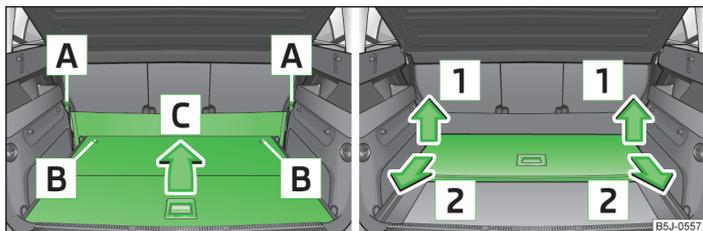

Fig. 50 Plegar / retirar el suelo de carga variable
- › Desenganchar los lazos » fig. 50 de la pared separadora elástica de sus puntos de sujeción.
- › Desbloquear el suelo de carga variable girando los pernos de seguridad » fig. 50 hacia la derecha, aprox. 180°.